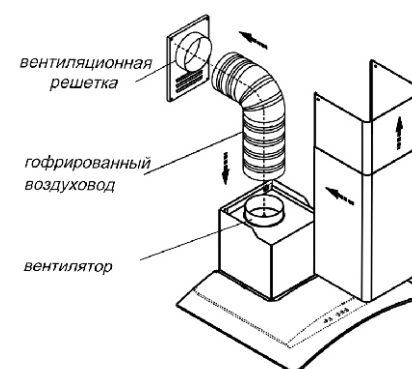

рис. 9
6.4 В зависимости от режима эксплуатации кухонной вытяжки соедините вентилятор с вентиляционной решеткой полужестким гофрированным воздуховодом (рис. 9) или установите на вентилятор угольные фильтры\*. Угольные фильтры устанавливаются на защитные решетки корпуса вентилятора (рис. 10, 10А).
- будьте осторожны при установке фальштруб (рис. 9), не повредите поверхности из нержавеющей стали. Их легко поцарапать.